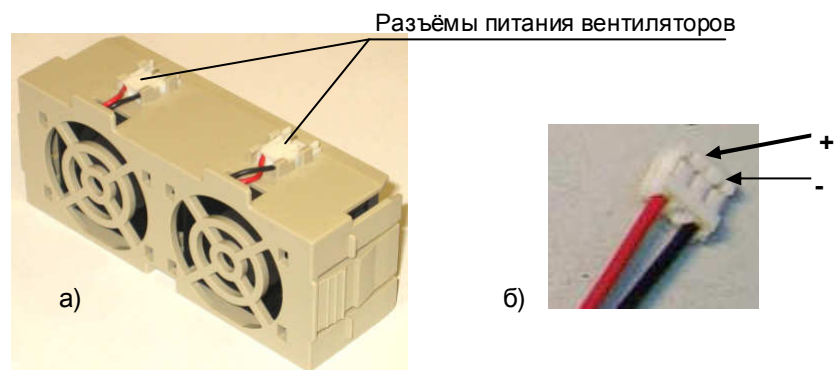

Рис. 4.12.
- 4.9.2. Подключить, поочерёдно, к разъёму питания каждого вентилятора источник постоянного напряжения 24 В, соблюдая полярность («+» красный провод, «-» чёрный), подать напряжение (см. рис. 4.12а). Если вентилятор не вращается, заменить на новый (п.5.3). Присоединить к разъёму питания вентилятора кабель питания вентилятора (см.табл.4.1) и подать на свободный разъём кабеля напряжение 24 В (рис.4.12б). Если вентилятор не вращается заменить кабель питания вентилятора.